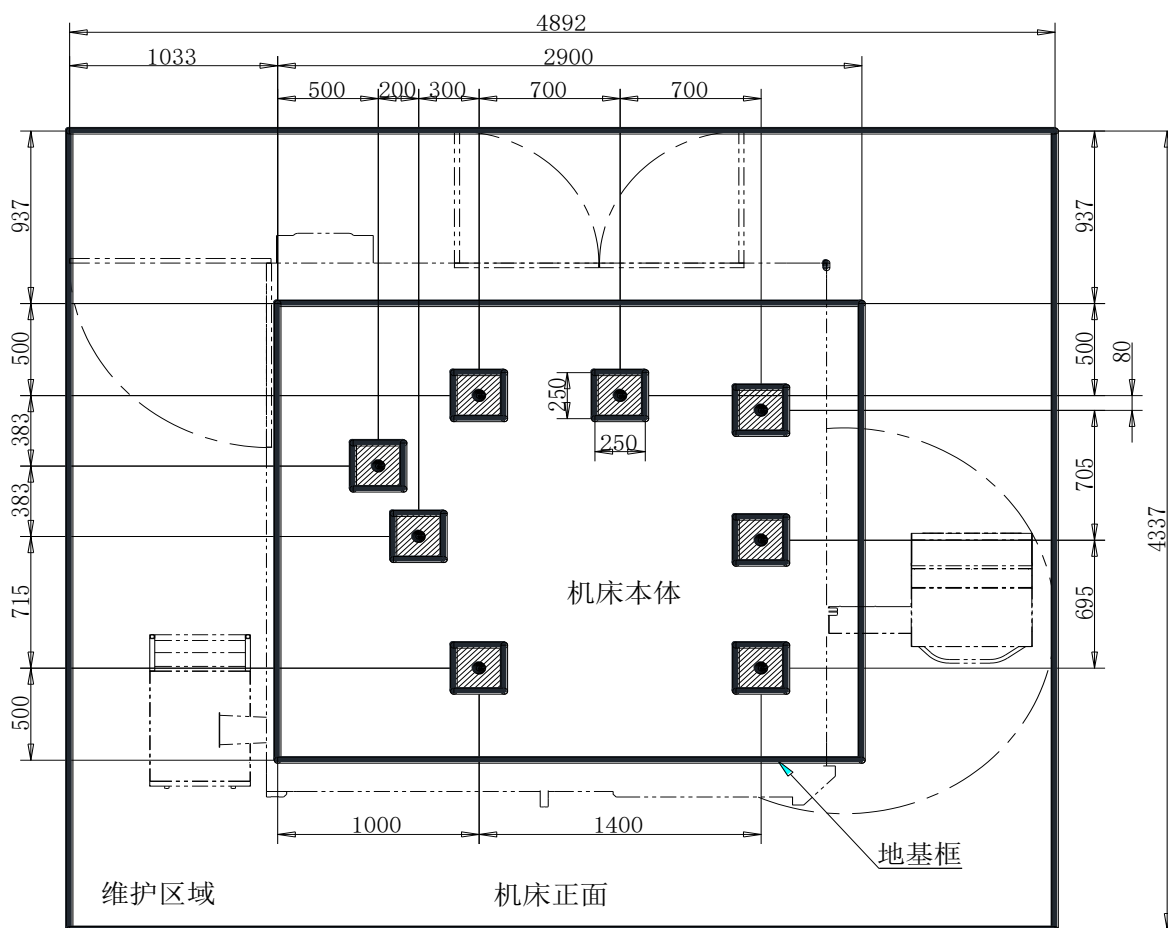

Рисунок 12
- a. После того, как фундамент затвердеет, переместите машину на него, совместите винты регулировки уровня с центром отверстия для винта фундамента, см. рисунок 12;